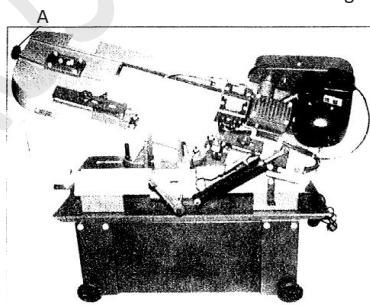

Fig 9.
3. Drej knivspændingsknappen (A, Fig.9) En og tre kvart til to omdrejninger med uret. Det svarer til cirka 800 kg. af bladspænding.